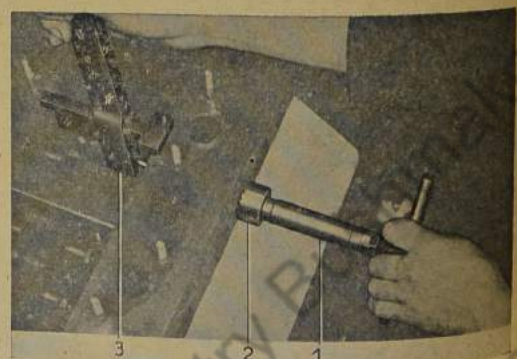

Bild 79: Ventilsitz nachfräsen
2. Ventilsitze im Kurbelgehäuse mit Sonderwerkzeug Nr. 1006 und 1007 (Bild 79) nachfräsen (Schnittwinkel = 30°).